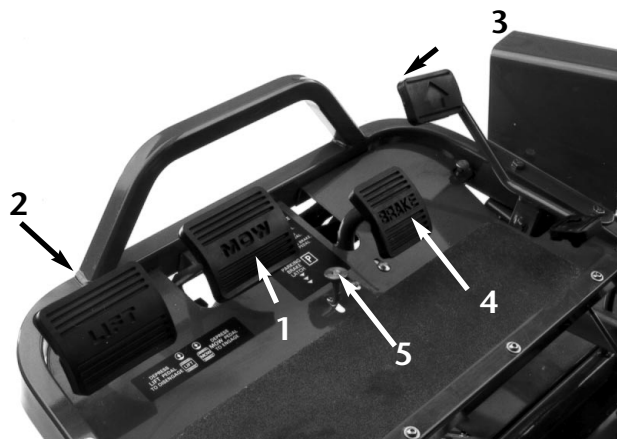
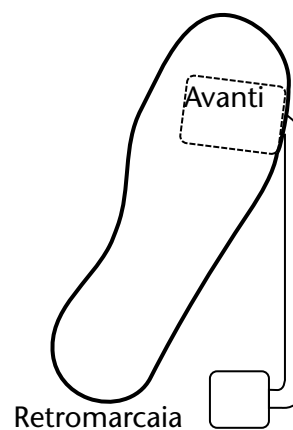

Fig. 4
Fig. 5
**PEDALE DI TOSATURA** (Fig. 4)—Premere A FONDO il pedale di tosatura per abbassare le unità falcianti ed azionare i cilindri.
**PEDALE DEL FRENO** (Fig. 4)—Il pedale del freno aziona il freno meccanico a tamburo.
**PEDALE DI SOLLEVAMENTO** (Fig. 4)—Premere il pedale di sollevamento durante l'operazione per arrestare i cilindri e sollevare le unità falcianti. Premere A FONDO il pedale di sollevamento fin quando le unità falcianti sono completamente sollevate ed hanno smesso di girare.
**PULSANTE DEL FRENO DI STAZIONAMENTO** (Fig. 4)—Premere il pedale del freno per azionare il freno, quindi premere il pulsante del freno di stazionamento per tenere innestati i freni quando la macchina è stazionaria. Per disinnestare, premere il pedale del freno. E' bene abituarsi a bloccare il freno di stazionamento prima di lasciare la macchina.
**PEDALE DI TRAZIONE** (Fig. 4)—Il pedale di trazione fa spostare la macchina avanti e indietro. Premere la punta del pedale per fare marcia avanti, ed il tallone per fare marcia indietro. Non poggiare il tallone sulla sezione di retromarcia quando si aziona la marcia avanti (Fig. 5).